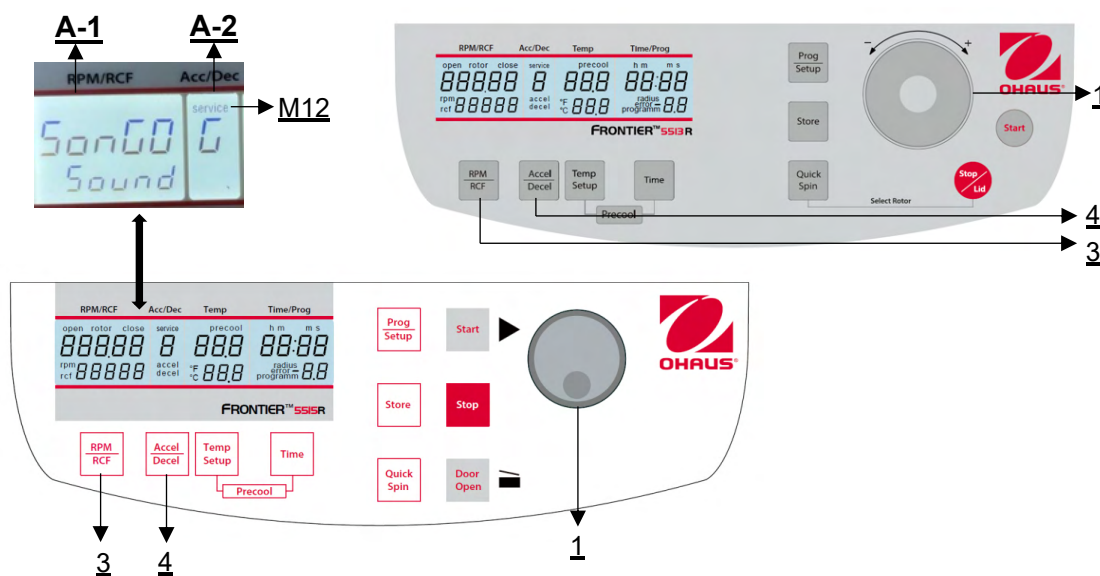

Abbildung 29
Gehen Sie wie unter Punkt 4.1.1 beschrieben vor, um in diesen Programmmodus zu gelangen und drücken Sie dann die Taste **"Accel/Decel"** (4). In der Anzeige **"Acc/Dec"** (A-2) blinkt das Wort **"Service"** (M12). Wählen Sie nun mit dem Einstellknopf / Touch Wheel (1) den Buchstaben **"G"** aus. Daraufhin erscheint in der Anzeige **"RPM | RCF"** (A-1) der Schriftzug **"SonGo/Sound"**. Nachdem Sie die Taste **"RPM | RCF"** (3) gedrückt haben, können Sie mit dem Einstellknopf / Touch Wheel (1) einen Song auswählen (siehe Abbildung 29).